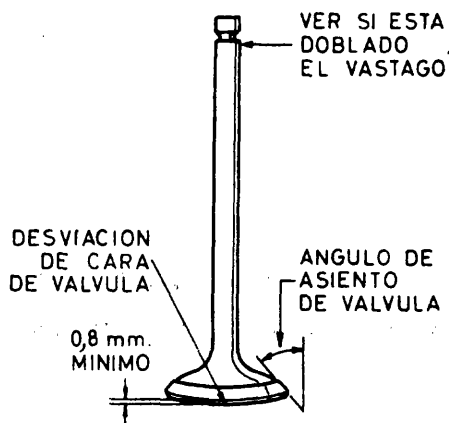

Fig. 3
- a Controle el margen (espesor) de la cabeza de la válvula (fig.3).